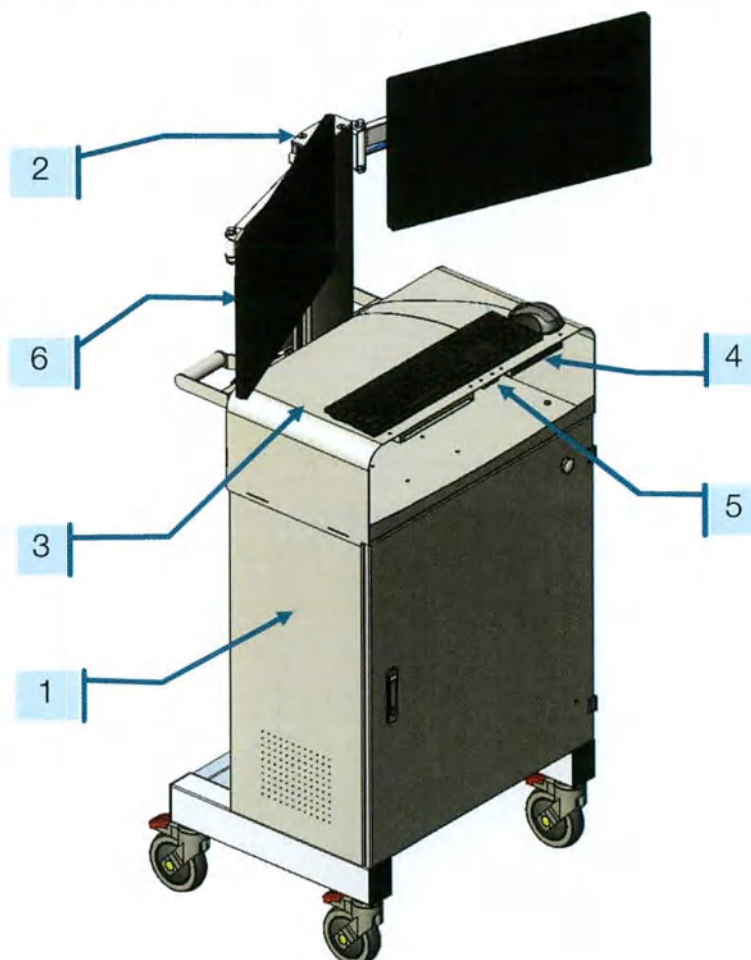

Рис. 1-2 Стойка блока управления
Блок управления Системой навигации «МУЛЬТИТРЕК» (Рис. 1-2) представляет собой медицинскую рабочую станцию (МРС), помещенную в шкаф (1) стойки блока управления (2).